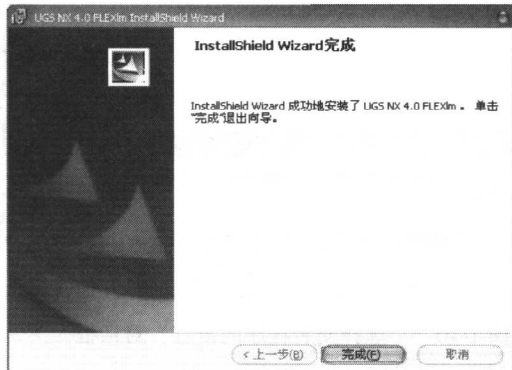

图 1-8 安装完成对话框
(8) 安装完成后,单击【完成】按钮,如图 1-8 所示,完成对 UG NX 4.0 许可证文件的安装。